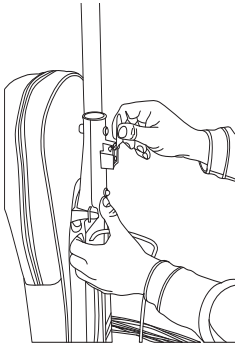

Fig. 3
3. Remplacez le support de la poignée en position (Fig. 3).